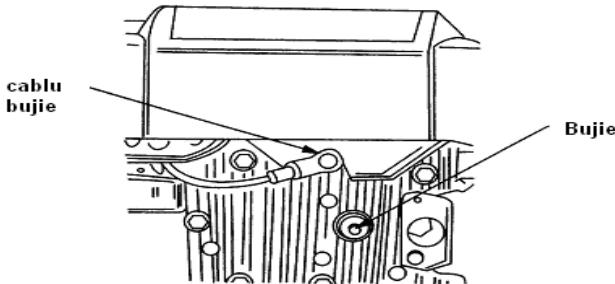

FIG. 4
**Извадете щепсела на свещтта (vezi FIG. 4) за да избегнете случайно стартиране.**